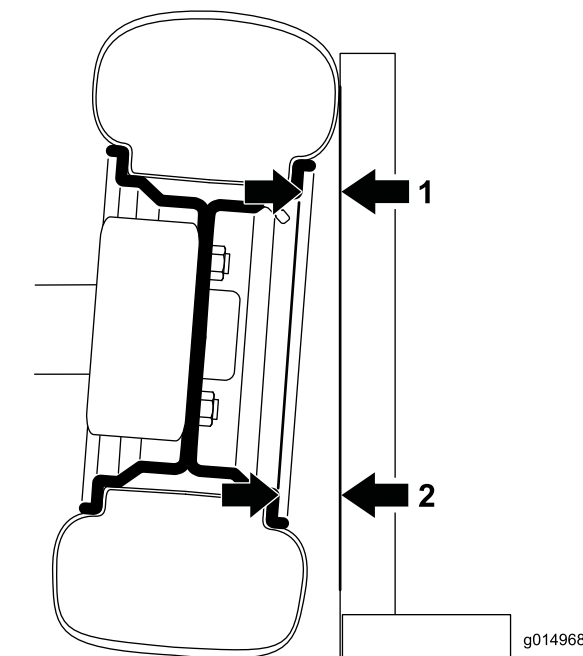

Рисунок 37
1. Чтобы проверить угол развала, установите 90-градусный угольник на полу таким образом, чтобы вертикальная грань касалась лицевой поверхности шины (Рисунок 37).
2. Измерьте от той же части обода в верхней и нижней частях шины до квадрата (Рисунок 37). Величина нижнего измерения должна быть на 2,3 мм больше, чем величина верхнего. Выполните измерение на обеих передних шинах, прежде чем регулировать их.